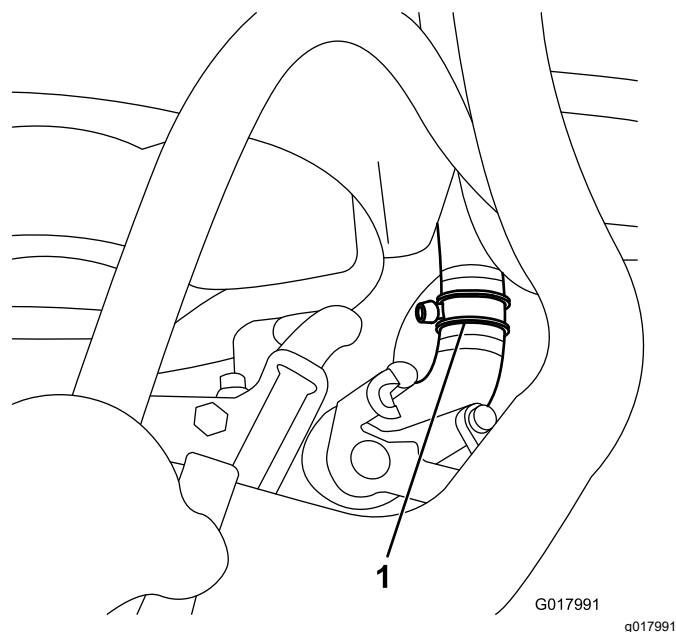

図 33
3. 下ラジエターホースがラジエターに入っているところから54 mm のところでホースを切断する図 33。
4. 切断した部分に字フィッティングを入れ、幅広のホースクランプ2個で固定する図 33。